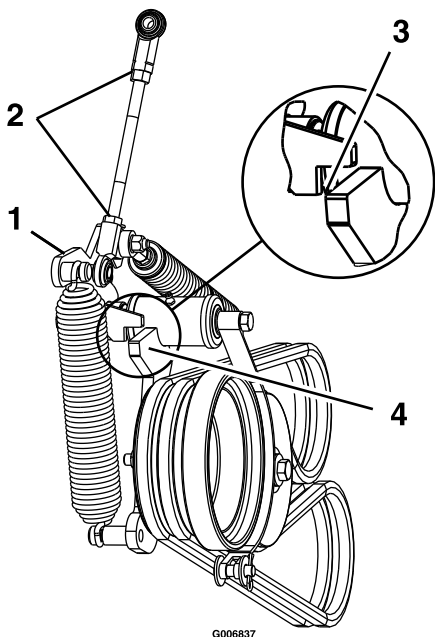

Figure 57
12. Desserrez les écrous de blocage et réglez la tringlerie jusqu'à ce que le haut du bras de la poulie de tension soit aligné sur le bas du cran du bras de tension, comme montré à la Figure 57.